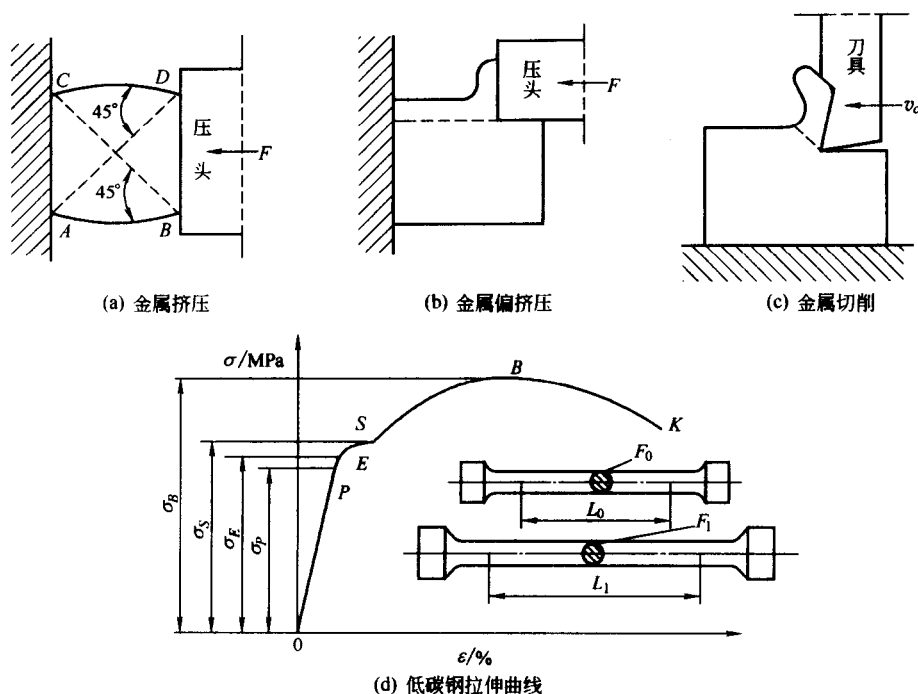

图 1-2 金属的切削过程
(3) 金属的切削过程 关于金属切削过程的研究,属于金属切削基础理论研究的范畴。研究金属切削过程的许多物理现象,如切削力、切削热、积屑瘤、表面变形强化和残余应力等,进而理解切削过程的实质,对于保证质量、降低成本,提高生产率,都有着重要的实际意义。金属切削过程及其现象比较抽象,建议在学习过程中应把握以下两个方面的问题。
① 刀具对金属切削过程的实质上是一种偏挤压过程。对于塑性材料而言,拉伸曲线和压缩曲线基本一致,因此学习时可联系工程材料课程中拉伸曲线来理解,金属切削过程见图 1-2。金属受到外力作用首先经历弹性变形、然后经历塑性变形,当应力达到了金属的强度极限时,金属就会产生断裂;对于切削而言实际上也如此,被切金属层受力经历了弹性变形、塑性变形、断裂,从而形成切屑。
② 切削层金属受刀具的挤压而产生变形是切削过程中的基本问题。金属切削过程中产生的切削力、切削热、积屑瘤、表面变形强化和残余应力等物理现象,都是由切削过程中的变形和摩擦所引起的。切削力和切削热比较好理解,在金工实习中已经有了这样的认识,如锯或锉工件时是很费力的、钻孔时必须将进给手柄用力向下压钻头才能钻下去等,同时在车削中切屑变色、磨削发出火花等,这就为理解切削力和切削热奠定了很好的基础,本章只是作了一些分析,初步介绍了切削力和切削热的来源、散失及影响因素;对于表面变形强化和残余应力在工程材料中作了比较系统的讨论,也不难理解;只剩下积屑瘤的问题,可以对照教材了解积屑瘤的形成条件、形成过程、对切削加工的影响以及控制方法,关键把握一点——积屑瘤的形成、长大和脱落是一个动态过程,只要把握住这点,理解积屑瘤对切削加工的影响应该不存在问题;对于控制方法或措施,可以从形成条件入手,积屑瘤是在以中等切削速度切削塑性材料时形成的,把握“中等